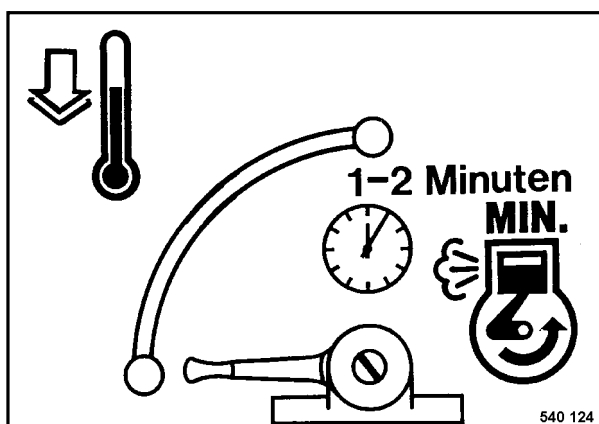

Fig. 1
- Colocar la palanca reguladora del número de revoluciones (Fig. 1) en posición MIN.